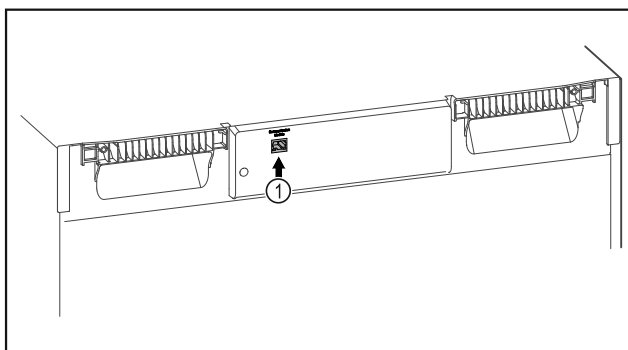

Fig. 101
- Założono SmartModule Fig. 101 (1).